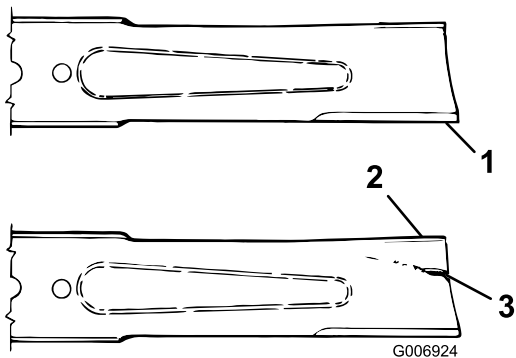

Figura 107
3. Verificate accuratamente i taglienti, con particolare attenzione ai punti d'incontro delle sezioni piatta e curva della lama (Figura 107).
4. Se riscontrate segni di usura (Figura 107), sostituite la lama; fate riferimento a Rimozione e montaggio della lama o delle lame dell'apparato di taglio (pagina 79).
Se continuate ad usare la lama usurata, si forma una scanalatura tra la costa e la sezione piatta della lama (Figura 107). Alla fine, un pezzo di lama può staccarsi e venire lanciato dal sottoscocca, con il rischio di ferire gravemente voi o gli astanti.